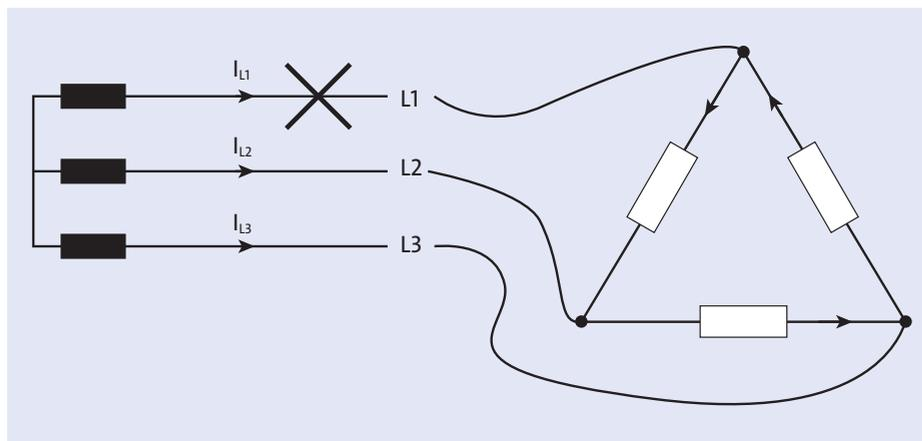

Abbildung 9.34 Unterbrechung von L1
d) Durch die Unterbrechung von L1 stellt sich die Schaltung wie in Abbildung 9.34 dar.